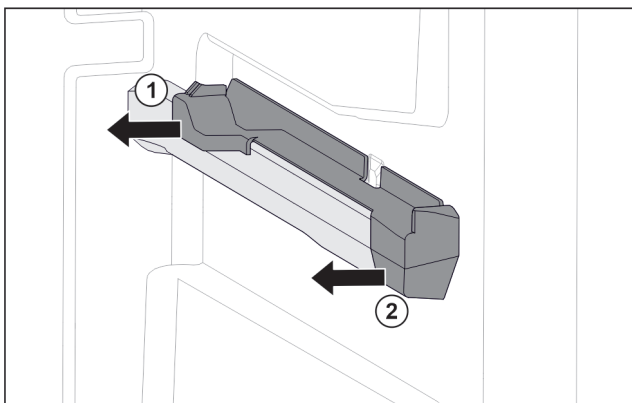

Fig. 107 Påsettsingsdel på høyre beholderribbe
- ▶ Trekk av påsettsingsdel bak til siden. Fig. 107 (1)
- ▶ Trekk av påsettsingsdel foran til siden. Fig. 107 (2)